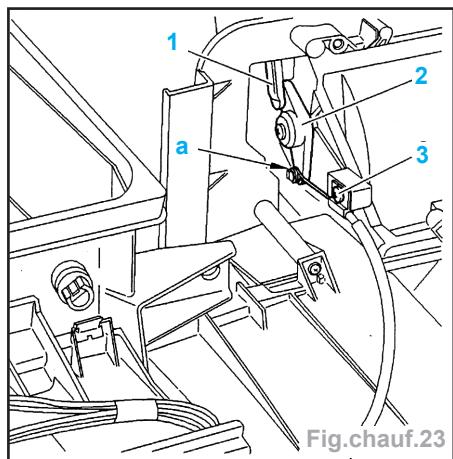

Fig.chauf.23
- le levier (1) de la commande (2) (Fig.Chauf.23),